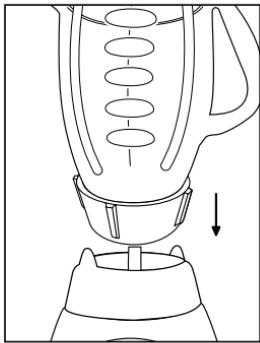

FIGURA 4
5. Coloque el vaso ensamblado sobre la base. (*Figura 4*)